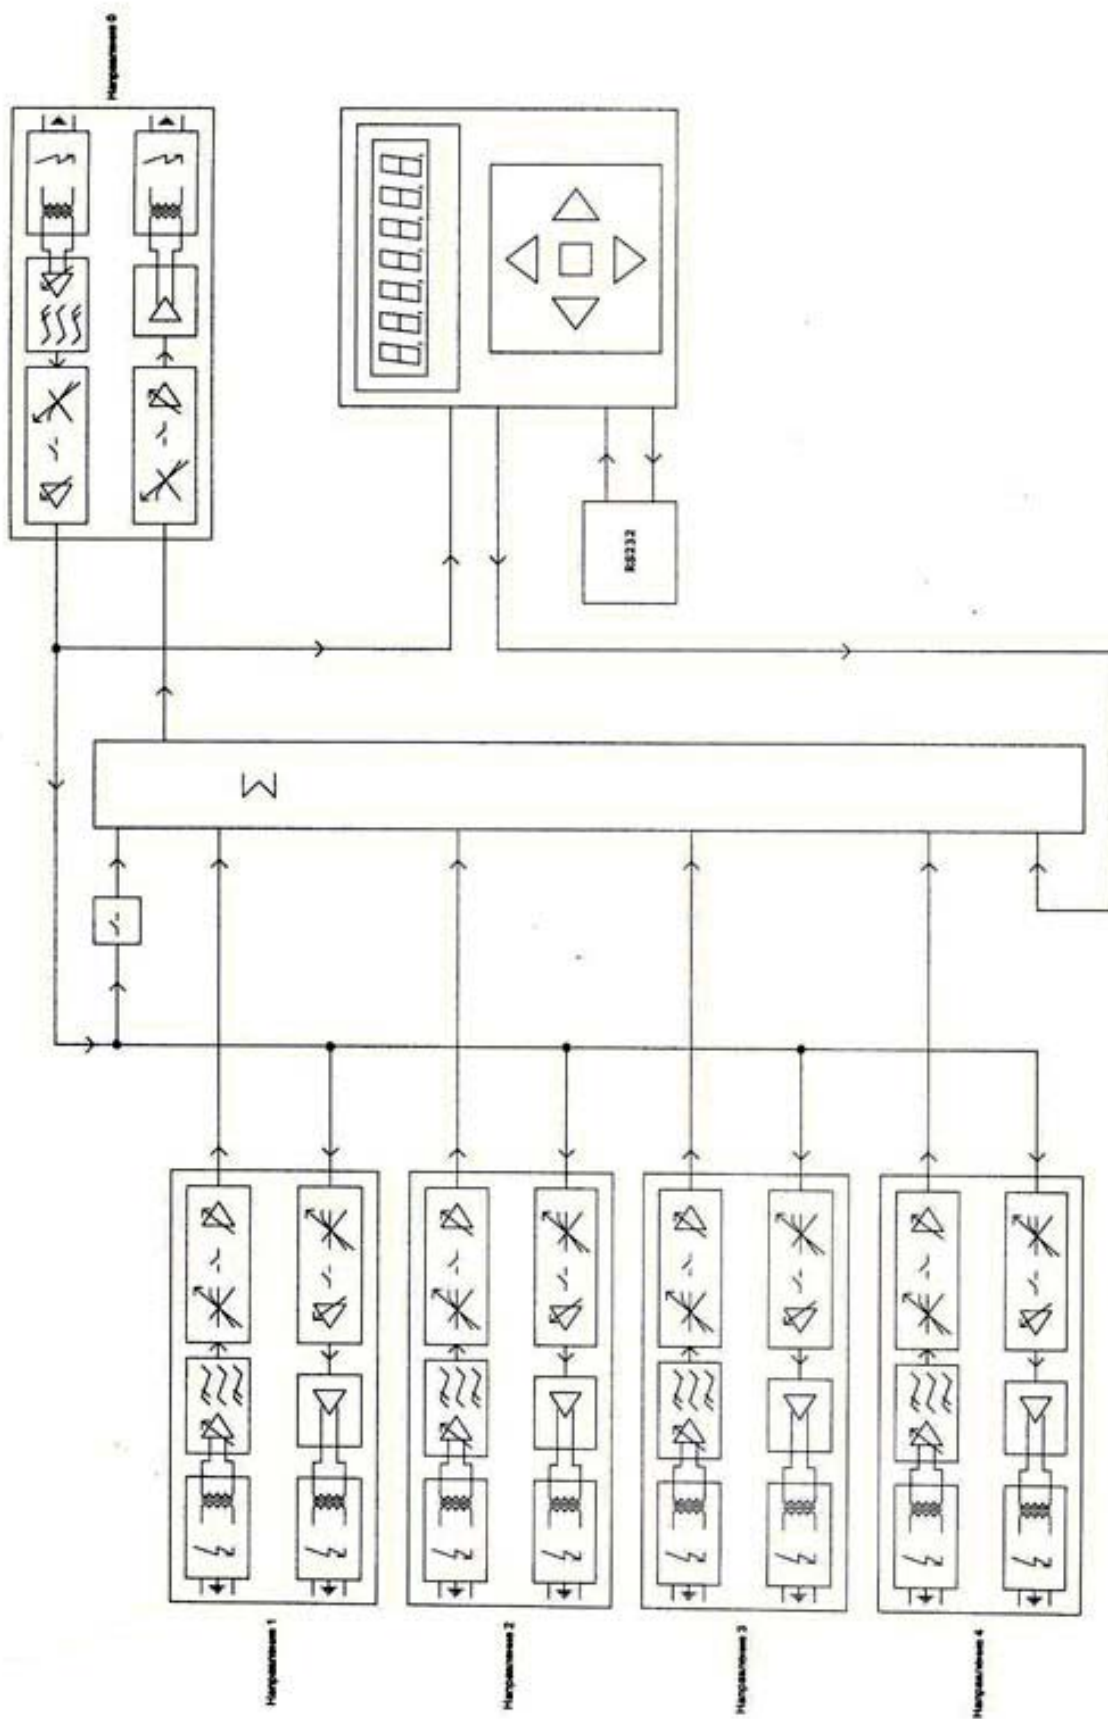

Рис. 3.1. Структурная схема линейного усилителя диспетчерской связи
3.1. Принцип работы линейного усилителя диспетчерской связи поясняется структурной схемой, приведенной на рис.3.1.